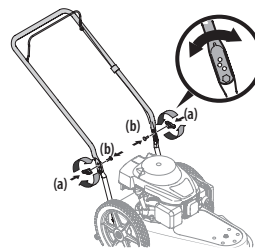

Figura 2
5. Sujete el manillar superior al inferior con los pernos de carro y las perillas de aletas extraídos en el paso 1. Consulte la Figura 2.